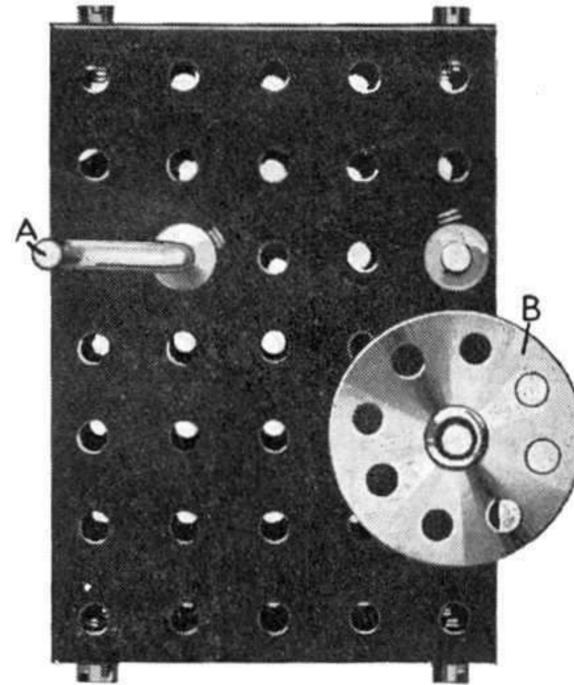

Fig. 1.
Si on tourne la manivelle du mystérieux mécanisme de renversement de marche Fig. 1, nous communiquons une rotation à l'arbre supportant la roue B, mais cet arbre tournera toujours dans la direction des aiguilles d'une montre, que nous tournions la manivelle A, soit à droite, soit à gauche.
le mystère est expliqué. L'extrémité de la manivelle (A dans la Fig. 1) peut être vue en 3, tandis que 9 est la tringle supportant la roue à boudin B. Le levier (1) et le levier d'angle (2) sont libres sur l'arbre de la manivelle (3) mais sont maintenus en place par le collier (4). Des boulons pivots (5 et 6) sont passés au travers des bras du levier d'angle et fixés par les vis d'arrêt des pignons de 12 mm., un jeu suffisant étant réservé pour permettre au boulon de tourner librement.